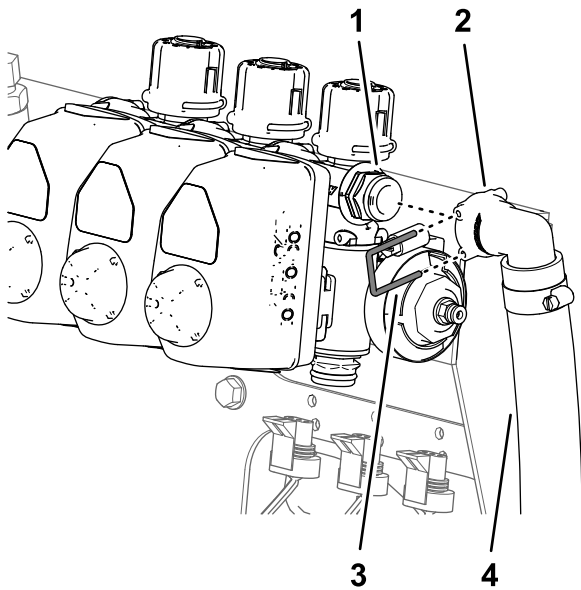

Figura 59
- **Máquinas sin kit opcional de lanza de mano o Kit opcional de carrete de manguera eléctrico:** retire la horquilla de retención pequeña que sujeta el acoplamiento rápido de la manguera de desvío al acoplamiento rápido de la válvula de desvío de sección derecha (Figura 59).